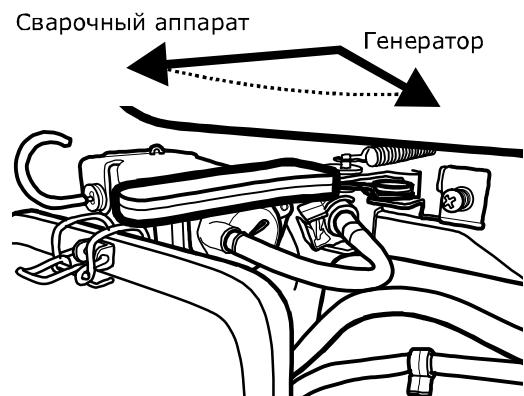

Рис. 18
ВНИМАНИЕ! Для увеличения срока службы сварочного генератора рекомендуется запуск двигателя производить в режиме генератора (рис. 18).
ВНИМАНИЕ! Для предотвращения выхода из строя генераторной обмотки сварочные работы производить только в режиме «Сварка». При работе в режиме сварочного аппарата – ЗАПРЕЩЕНО пользоваться выходом на 220В (рис. 18).
Внимание! Одновременное использование установки для выработки переменного тока и постоянного тока для сварочных работ невозможно. Для выбора режимов работы установки предусмотрен переключатель, расположенный рядом с воздушным фильтром (рис. 18). Всегда отключайте потребители переменного тока при проведении сварочных работ, даже если установка находится в режиме сварки. При любом положении переключателя режимов генераторная установка находится под напряжением.
3. Переведите переключатель режимов в положение «Сварочный аппарат» (рис. 18).